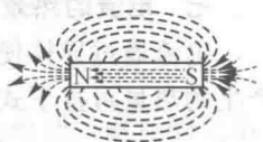

图 1-4 磁力线的特性
(3) 同极性相斥, 异极性相吸。
(4) 当用磁铁吸引铁屑时, 在它附近的铁屑被吸引, 离它远一些的铁屑没有被吸引, 说明磁铁的磁力有一定的作用范围。磁力作用的范围称为磁场。为了形象化, 我们用磁力线来表示磁场的分布情况。磁力线从磁铁的北极(N)发出, 进入磁铁的南极(S), 在磁铁的内部则从南极回到北极, 形成一条闭合的线, 如图 1-4 所示。磁力线疏密的程度表示磁场的强弱。在磁铁外部磁极附近的磁力线最密, 说明磁极附近磁场最强。磁力线上任一点的切线方向, 就是该点的磁场方向。